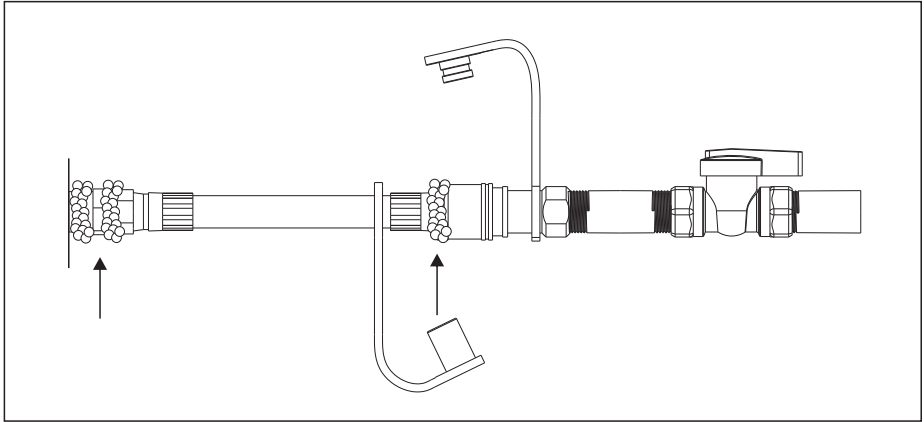

Figure 10
7. Vérifiez toutes les connexions et les joints avec une solution d'eau savonneuse sans ammoniac ou une solution de détection de fuite. Les bulles qui semblent grossir sont l'indication d'une fuite de gaz (Figure 10).